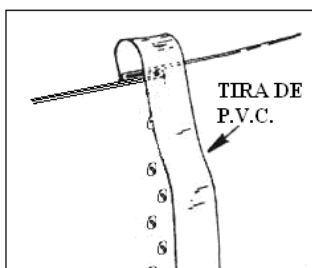

fig.12
e) Collocare la striscia di PVC, coprendo le teste delle viti (all'interno della piscina), per proteggere il liner della frizione contro questi oggetti, e che sono solitamente la causa principale della rottura del liner. (fig.12). Se l'installazione non è la corretta, la garanzia sarà annullata.